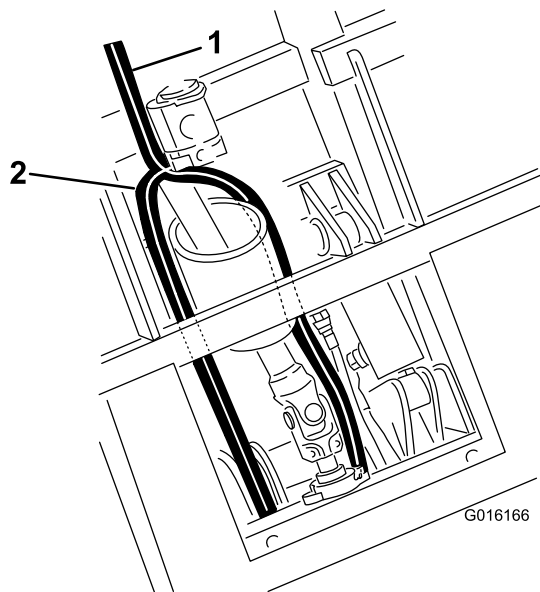

図 107
- タンク側ホースは昇降シリンダの下からシリンダ取り付けブラケットの間を通してバルブへ 図 107。
- 圧力側ホースはPTOシャフトに沿ってバルブへ 図 107。